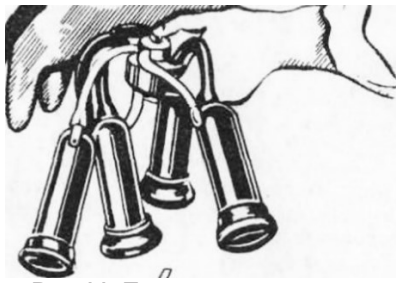

Рис.11. Подготовка аппарата
- возьмите коллектор (клапаном вниз) одной рукой так, чтобы стаканы свободно свисали (рис. 11);